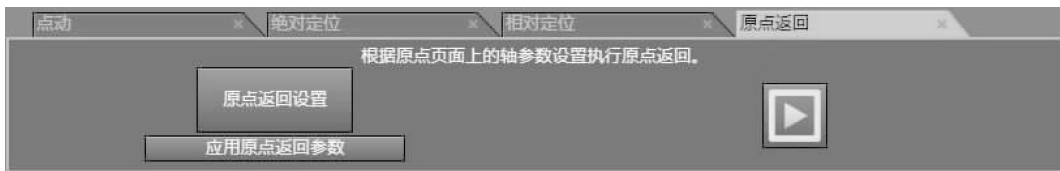

图 7-31 原点返回
- 5) 点击“应用原点返回参数”按钮，如图 7-31 所示。